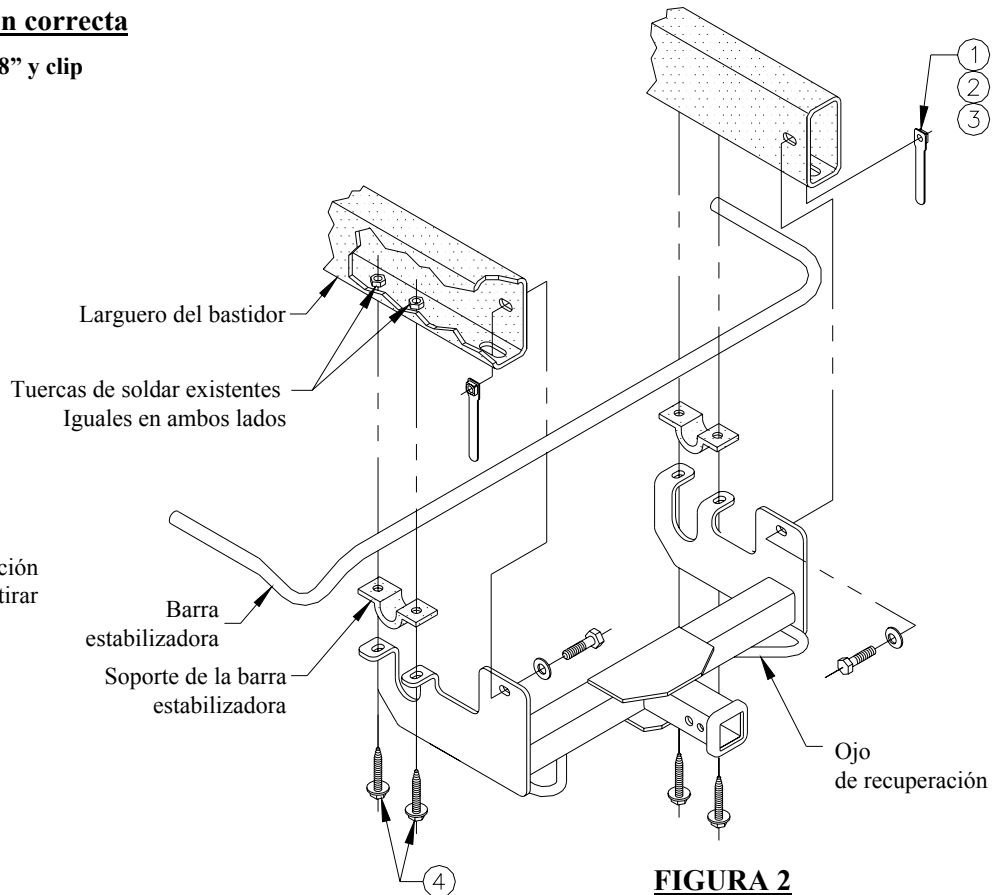

FIGURA 2
3. Levante el receptor a su posición, colocando el soporte de la barra estabilizadora entre el receptor y el larguero del bastidor, e instale todos los tornillos como se muestra en la Figura 2.